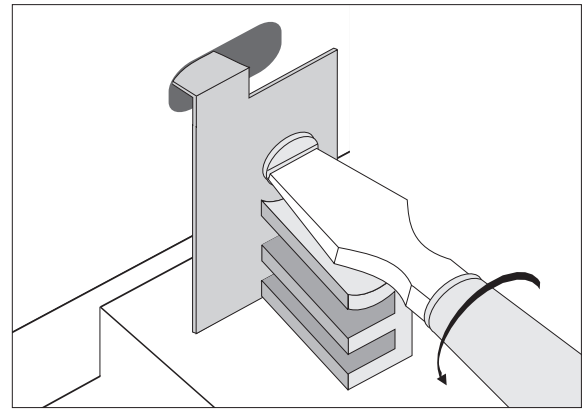

Рис. 8-7 Освобождение поворотной защелки
2. С помощью отвертки с плоским шлицем отсоедините поворотную защелку от силового модуля. См. рис. 8-7.